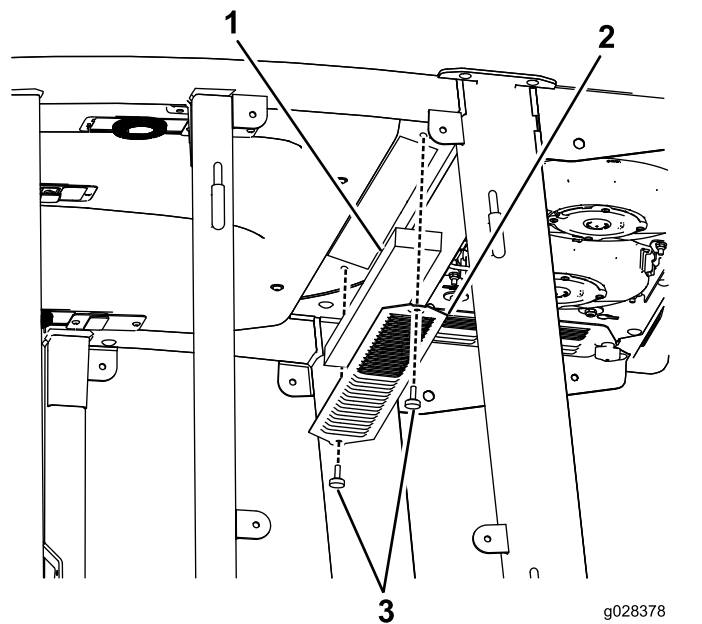
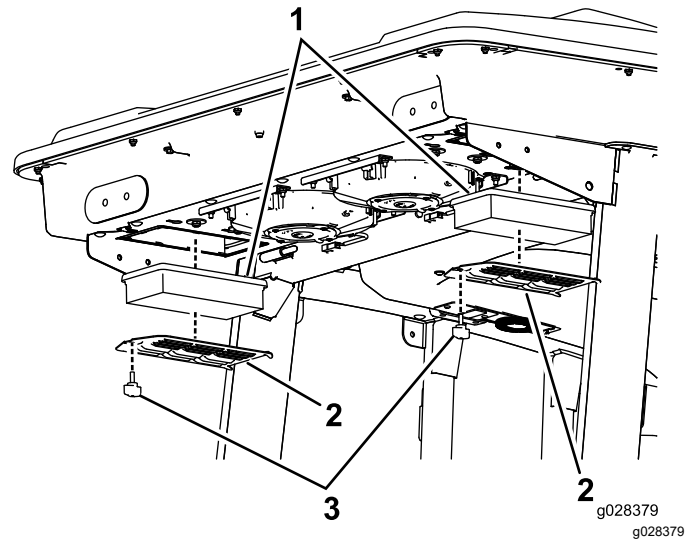
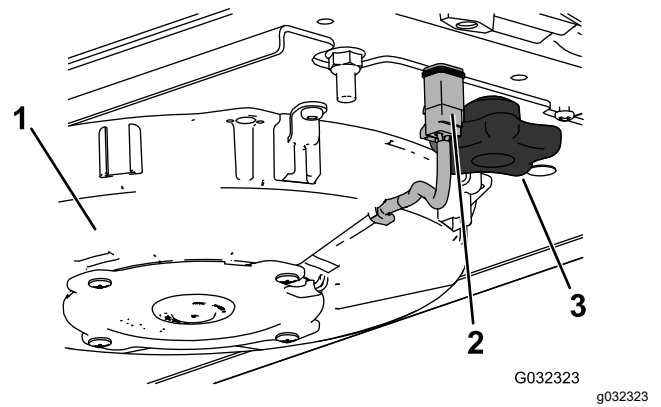
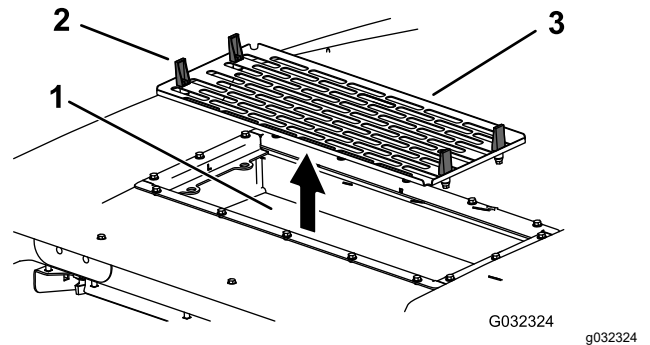

Bild 130
Bild 131
Bild 133
Bild 134
1. Nehmen Sie die Schrauben und Gitter von den internen und hinteren Kabinenluftfiltern ab (Bild 130 und Bild 131).
4. Entfernen Sie die Luftfilter (siehe Bild 131).
6. Bauen Sie Luftfilter, Gitter und Klimaanlage wieder ein (Bild 131, Bild 133 und Bild 134).
7. Schließen Sie das Kabel jedes Lüfters an (Bild 133).